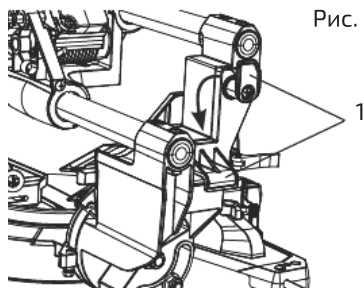

Рис. 10
Для удобства и во избежание повреждения шнура питания, когда пила не используется или транспортируется, для хранения шнура питания следует использовать два крепления (1), установленные на задней стороне пилы (рис. 10).